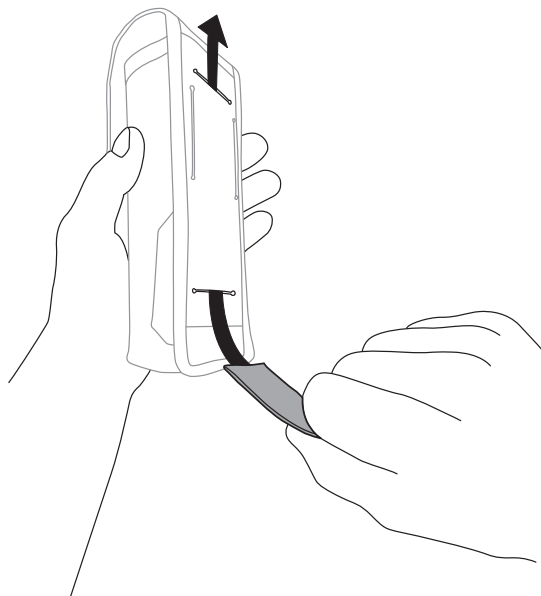

Fig. 31i
- ix. Si la lampe de travail doit être utilisée avec un système d'alimentation en air (**AUTRE** que le Respirateur d'épuration d'air propulsé Adflo^{MC} 3M^{MC}), une pochette pour tenir la Pile ion-lithium Adflo^{MC} 3M^{MC} devra être fixée à la ceinture de l'utilisateur. Insérer la ceinture à la pochette de la pile à l'horizontale ou à la verticale. Si celle-ci est orientée à la verticale, s'assurer que la pochette s'ouvre dans le haut (Fig. 31i ou 31j).